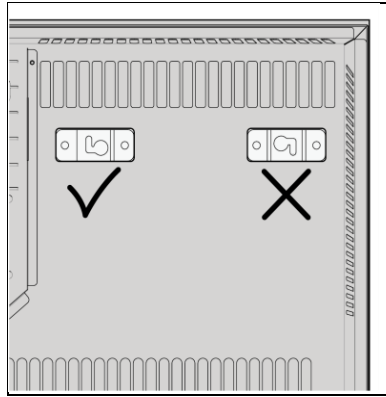

Abbildung 9
7. Überprüfen Sie vor der Montage der Halterungen am Alutherm Sani die Ausrichtung (Abbildung 9).